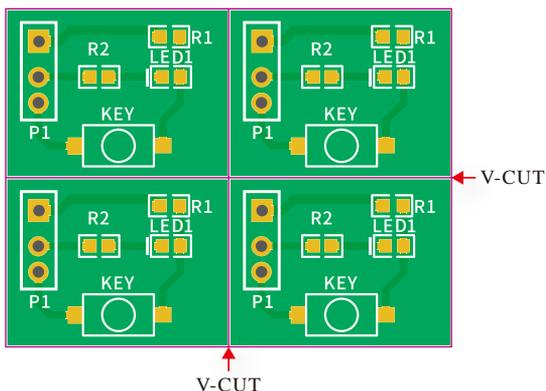

图 8-22 练习题 6 图
6. 如图 8-22 所示，在 PCB 制造过程中，使用 V 割分板很高效，但分板后常会在边缘留下由基材形成的毛刺，影响产品的外形尺寸精度。根据嘉立创的工艺参数，生产采用 V 割拼板的 PCB，V 割外形分板后的尺寸公差范围是多少？（ ）